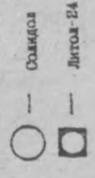

Рис. 11. СИСТЕМА ОБМЯТКИ СЕРВИСА
6) смажьте сеялку согласно таблице 6 и схеме смазки рис.11;
5) смажьте сеялку согласно таблице 6 и схеме смазки рис.11.
- 6) замените смазку согласно таблице 6 и схеме рис.11. Проверьте и, при необходимости, дополните смазку (Литол-24) в игольчатых подшипниках резиновых роликов высевальных аппаратов.
8.4.1 Смазку сеялки производите в соответствии с таблицей 6 и схемой смазки (рис.11) своевременно и в достаточной степени.